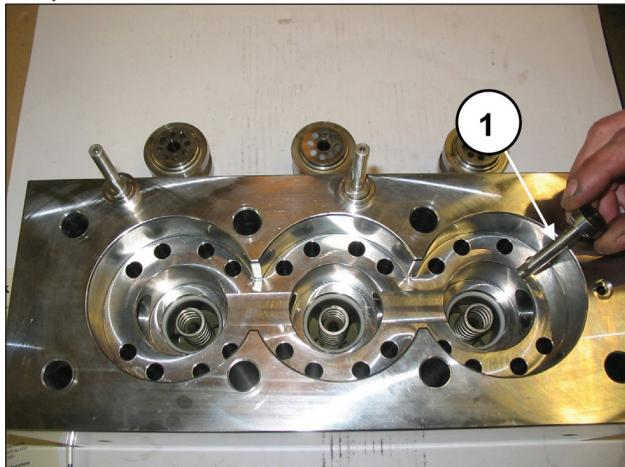
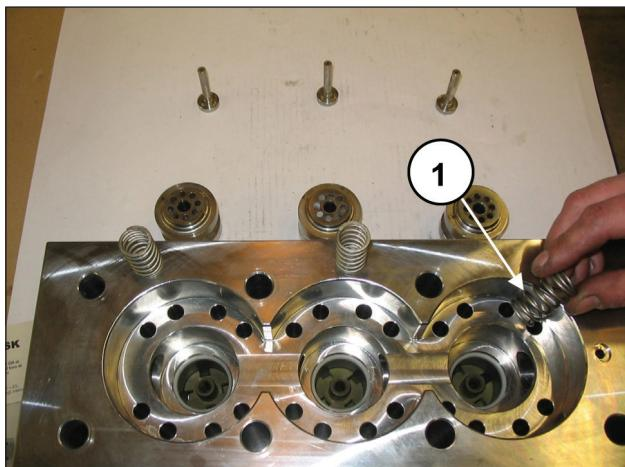
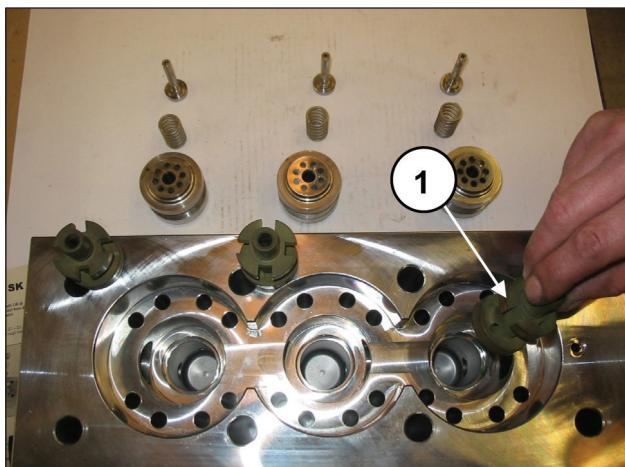

Рис. 106
Рис. 107
Рис. 108
Выньте тарелки нагнетания (поз. ①, Рис. 106) и соответствующие направляющие (поз. ①, Рис. 108) с соответствующими пружинами (поз. ①, Рис. 107), проверьте степень их износа и при необходимости замените, в любом случае в пределах интервалов, указанных в главе 11 *Руководства по эксплуатации и техническому обслуживанию*.